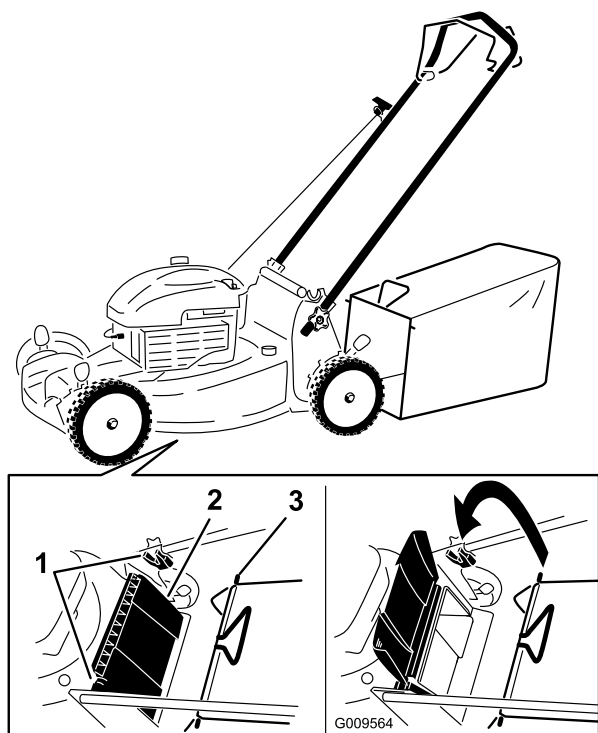

Рисунок 15
1. Поднимите и удерживайте задний отражатель (Рисунок 15).
2. Установите мешок для сбора скошенной травы и убедитесь в том, что стержни мешка вошли в пазы на рукоятке (Рисунок 15).